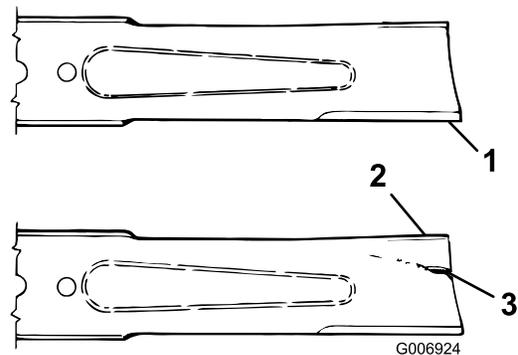

Figura 69
2. Examine cuidadosamente as extremidades da lâmina, prestando especial atenção à zona onde se encontram as partes curvas e planas da lâmina (Figura 69). Verifique o estado da lâmina antes da operação de corte, pois a areia e outros materiais abrasivos podem ter desgastado o metal que liga as partes curva e plana da lâmina. Se notar algum desgaste (Figura 69), substitua a lâmina; consulte Retirar a lâmina de corte.
Se a lâmina continuar a sofrer este tipo de desgaste irá formar-se uma ranhura entre a parte curva e a parte plana da lâmina (Figura 69). Eventualmente, pode soltar-se algum pedaço da lâmina e projectar-se, ferindo-o a si ou a qualquer pessoa próxima.